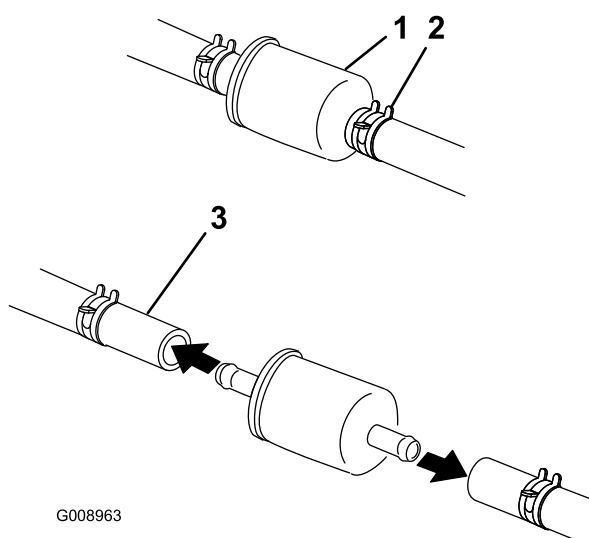

Figura 20
1. Feche a válvula de bloqueio do combustível, liberte o dispositivo de fixação da mangueira que se encontra no carburador, na zona do filtro, e retire a tubagem de combustível do filtro (Figura 20).